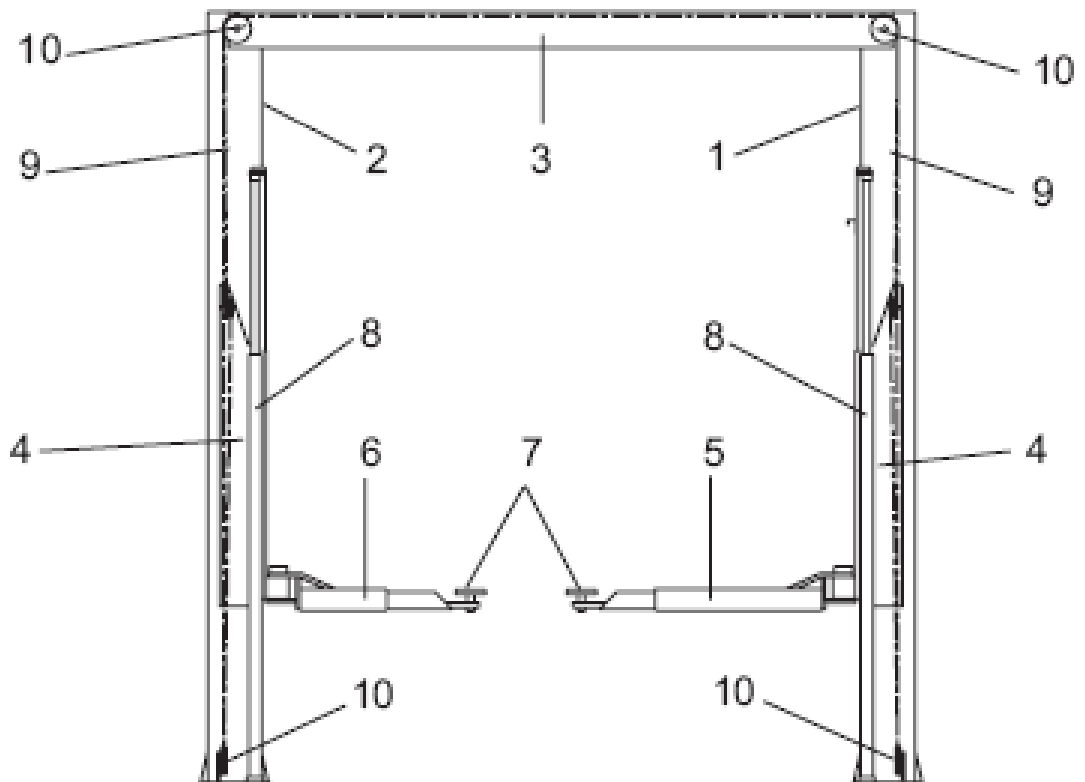

Рисунок 4.
НЕПОДВИЖНАЯ СТРУКТУРА (Рисунок 4)
- Верхняя поперечная балка (3) произведена из изогнутой толстолистовой стали, которая крепится к стойкам с помощью болтов.
**ПОДВИЖНЫЕ ДЕТАЛИ (Рисунок 4)**
- Две телескопические лапы (5) и (6), произведенные из трубчатого стального профиля и подкладки (7) на каждом крае, которые можно регулировать по высоте, предназначенные для удерживания автомобиля на подъемнике. На обратной стороне есть отверстие для крепления каретки.
**ПОДНИМАЮЩИЕ ДЕТАЛИ (Рисунок 4)**
- 2 гидравлические цилиндра (8), которые предназначены для поднятия кареток, крепятся к пластинам основания стойки.
- Синхронизирующее устройство, предназначенное для контроля движения кареток. Система состоит из 2-х тросов (4, Рисунок 4) и 4-х шкивов (10, Рисунок 4).